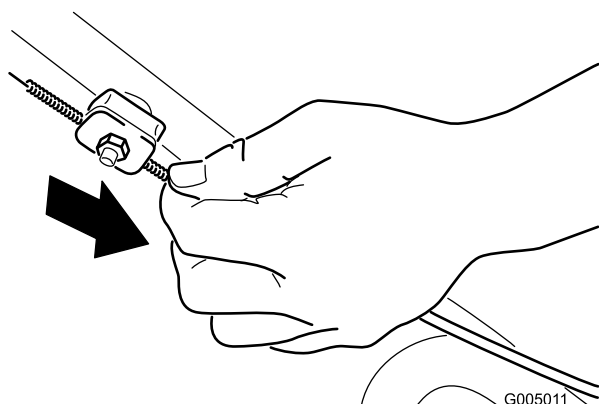

**Figure 21**
1. Desserrez l'écrou du support de guidage du câble (Figure 21).